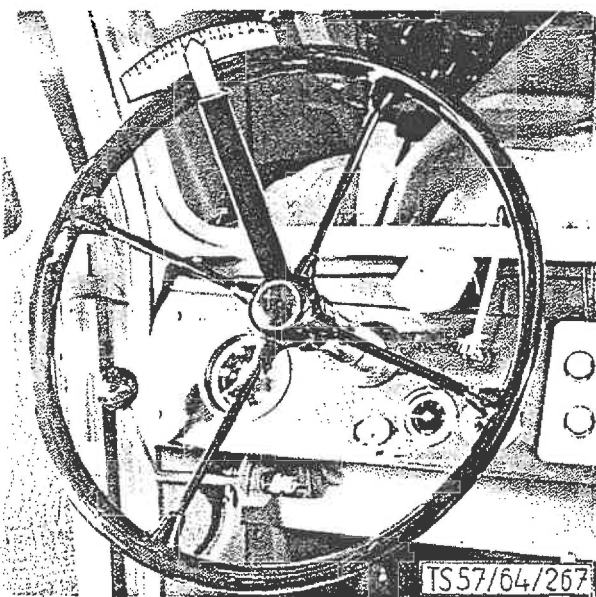

Bild 14: Lenkspiel messen
- c) Am Lenkrad zwei Markierungen im Abstand von 80 mm anbringen (oder einen Zeiger) und Skala am Mantelrohr befestigen (Bild 14).